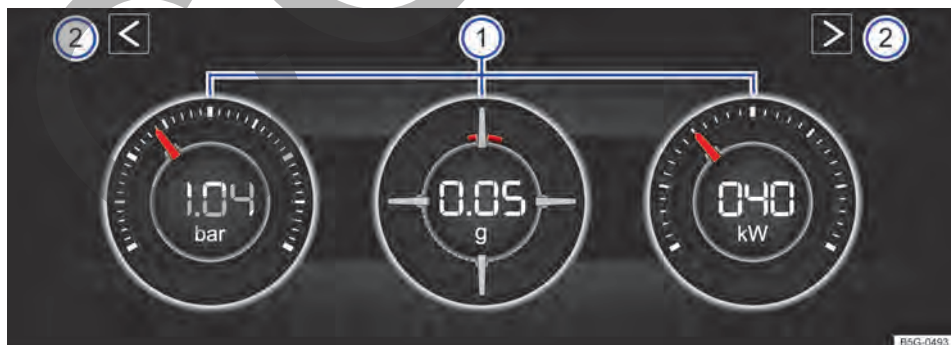

Fig. 26 En la pantalla del sistema de infotainment: monitor de potencia.
Si desea cambiar entre el monitor de potencia y el cronómetro → pág. 39, pulse una de las flechas que hay a la izquierda y a la derecha por encima de los instrumentos → fig. 26 ②.
La pantalla puede mostrar simultáneamente tres instrumentos como máximo. Todos los instrumentos se pueden seleccionar indistintamente para cualquier área de visualización → fig. 26 ① (izquierda, central y derecha).
- **Indicador de la presión de sobrealimentación:** Este indicador → fig. 26 ① (a la izquierda) muestra la presión en el tramo comprendido entre el turbocompresor y el motor (en la unidad "bar"). Cuanto más a la derecha se encuentre la aguja en la escala, mayor será la potencia que entrega el motor.
- **Medidor de la aceleración (acelerómetro):** El medidor de la aceleración (acelerómetro) → fig. 26 ① (en el centro) muestra el valor de la aceleración (en la unidad "g") en la zona central. La marca roja de la zona con forma reticular muestra la fuerza de la aceleración y la dirección de la fuerza que actúa (en dirección opuesta según las leyes físicas). Si, p. ej., se gira hacia la izquierda, la marca roja se mueve en la zona derecha del instrumento (y viceversa). Cuando se acelera, la marca roja se mueve hacia abajo. Cuando
- **Indicador de potencia:** El indicador de potencia → fig. 26 ① (a la derecha) muestra la potencia del motor solicitada en formato digital y en la escala circundante (en kW).